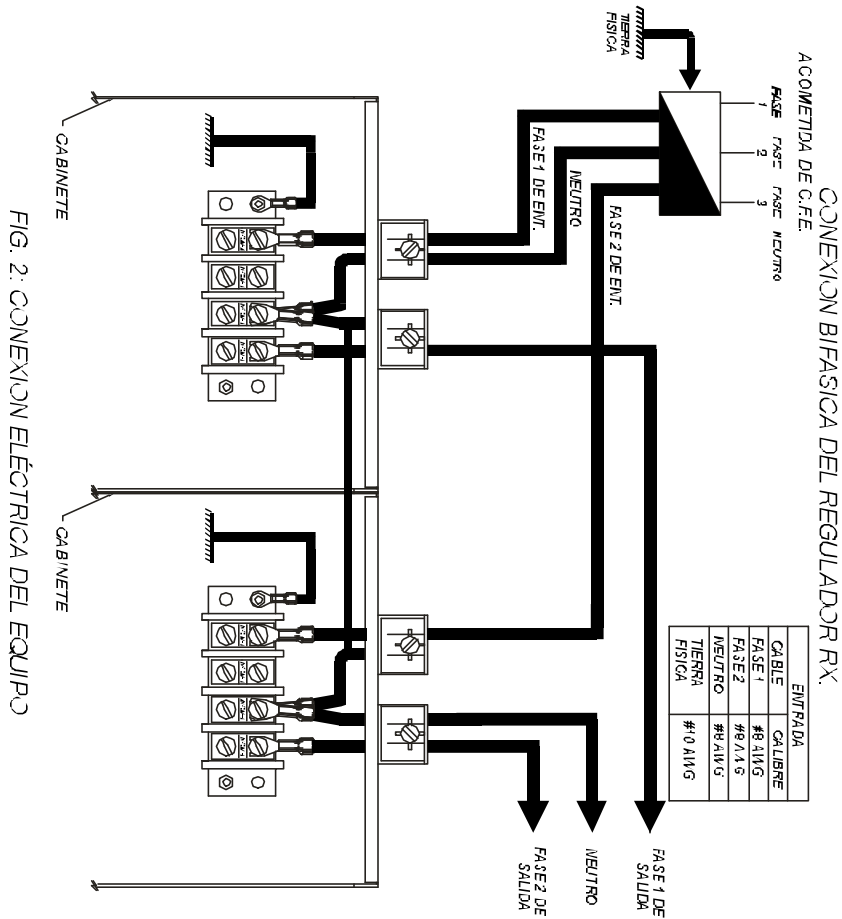

FIG. 2: CONEXION ELECTRICA DEL EQUIPO
6) REGISTRO DE ENTRADA: De un centro de carga debidamente polarizado se suministra al equipo energía a través de la terminal de tornillos interna (fig. 2)
La conexión del equipo deberá hacerse de un centro de carga debidamente polarizado a través de la terminal de tornillos interna del regulador. El equipo deberá destaparse para acceder a esta terminal y hacer las conexiones. La conexión de tierra física deberá hacerse en cualquiera de los tornillos que sujeten a las terminales internas. Se deberá tener la precaución de apagar el centro de carga al momento de hacer las conexiones, las cuales se muestran en la fig. 2.